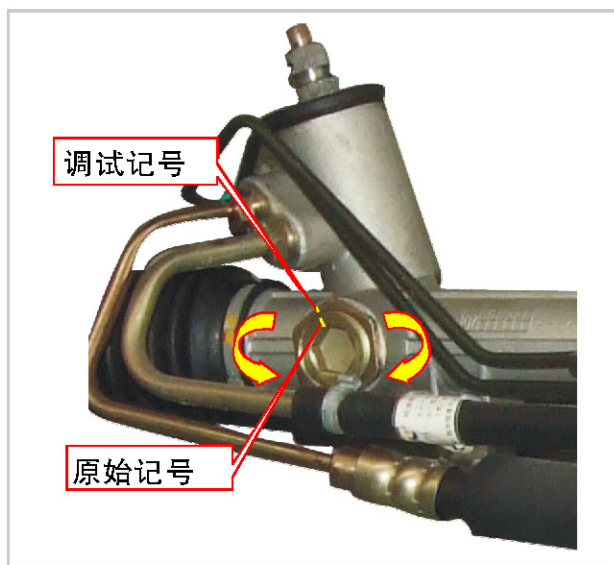

图6-38 调整转向器间隙
- ① 在升降台上将车辆抬起，车轮置于正前打直位置；
- ② 当转向盘游隙过大时，来回转动方向盘（偏离中心线约 30° ）可听到“咯咯”声；
- ③ 此时另一人小心地将调节螺钉尽量转入盖中，直至车内“咯咯”声消失，（见图6-38所示）。